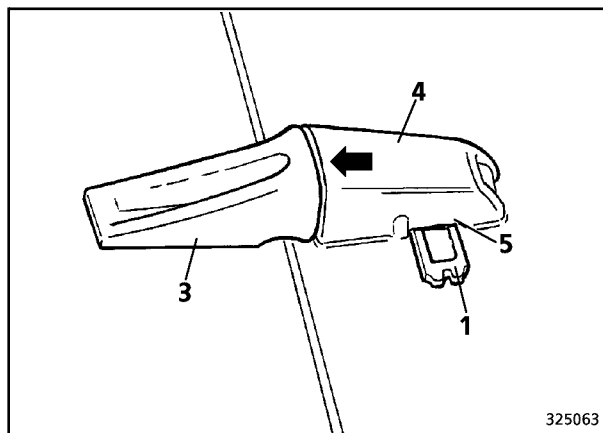

Fig. 4
- Colocar a golpes el nuevo seguro de diente (1, Fig. 4) en la abertura (5) del manguito (4). El seguro de diente puede colocarse a golpes en el manguito de ambos lados. □